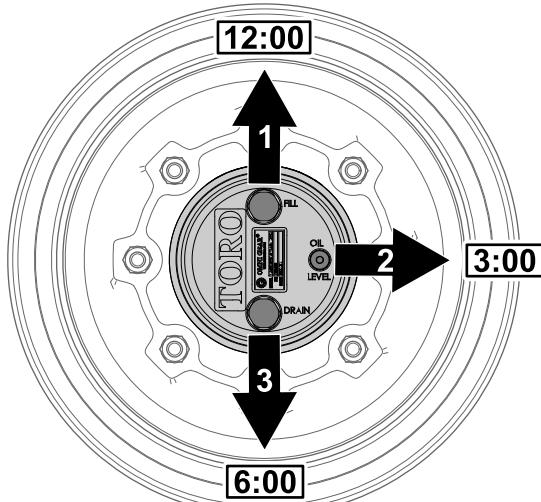

Figura 59
1. Estacione a máquina numa superfície plana, posicione a roda de forma a que o tampão de enchimento fique na posição das 12 horas, o tampão de verificação fique na posição das 3 horas e o tampão de drenagem fique na posição das 6 horas (Figura 59).
- Retire o tampão de verificação da posição das 3 horas (Figura 59).
enchimento fique na posição das 12 horas, o tampão de verificação fique na posição das 3 horas e o tampão de drenagem fique na posição das 6 horas; consulte Figura 59 em **Verificação do lubrificante da transmissão da engrenagem planetária** (página 54).